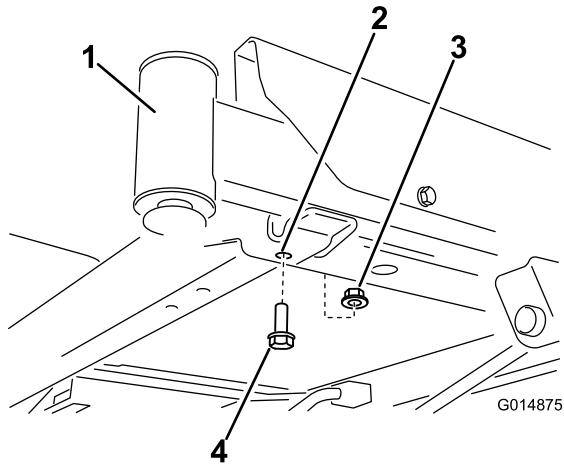
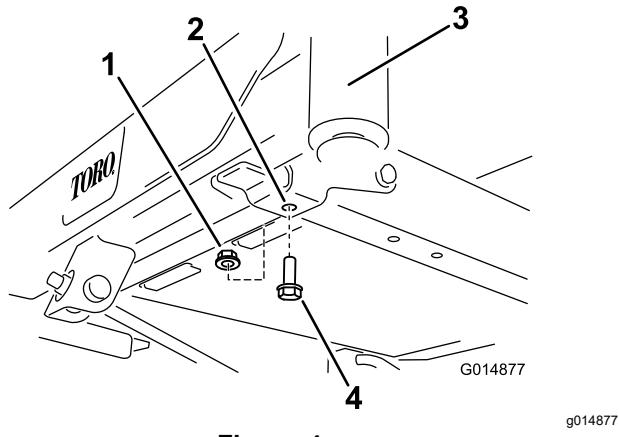

Figura 3
Figura 4
- Individuate i bulloni anteriori sulla parte inferiore del telaio (Figura 3 e Figura 4).